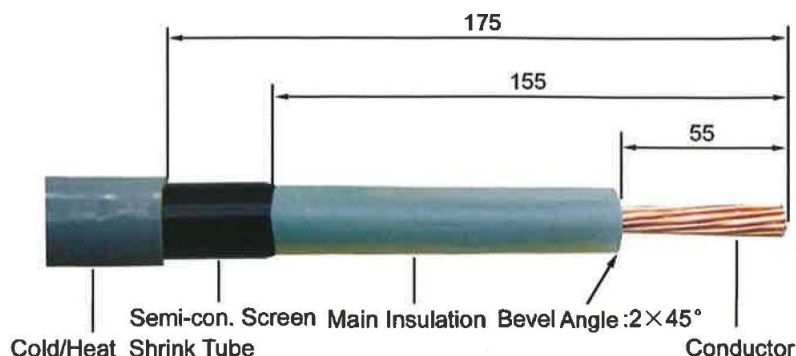

Figura 3-13 Retire o cabo
- 1) Remova a blindagem de cobre na extremidade do tubo termorretrátil/térmico. Remova a camada semicondutora e o isolamento de acordo com as dimensões indicadas na Figura 3-13.